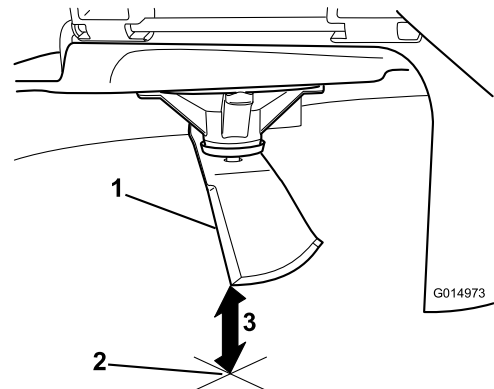

Figura 75
5. Meça da ponta da lâmina até à superfície plana (Figura 75).